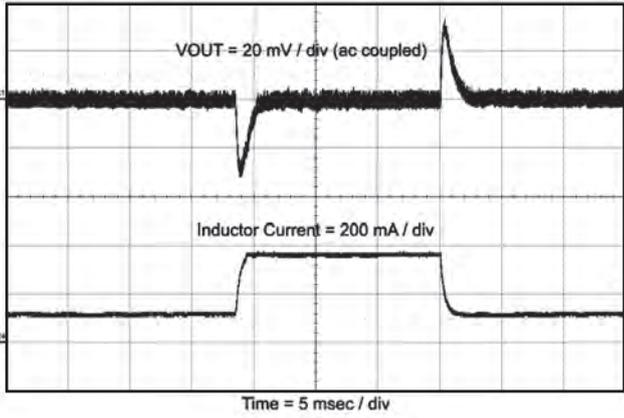

図 51. 負荷過渡応答
レギュレータのキャッチ・ダイオードは電流をシンクできないため、負荷電流が急速に減少すると、インダクタに蓄積されたエネルギーによって出力電圧にオーバーシュートが発生します(図51を参照)。また、出力コンデンサは、高負荷電流から低負荷電流への遷移時に、インダクタに蓄積されたエネルギーを吸収できるだけの容量を持つ必要があります。出力コンデンサに蓄積された余分なエネルギーにより、コンデンサの電圧は上昇します。コンデンサの容量は、これらの過渡期間中に所定の出力電圧を保持できるような大きさでなければいけません。出力電圧オーバーシュートを所定の値に保持するための最小容量は式 (33) で計算します。ここで、 L はインダクタの値、 I_{OH} は重負荷時の出力電流、 I_{OL} は軽負荷時の出力電流、 V_f は最終的なピーク出力電圧、 V_i はコンデンサ電圧の初期値です。この例では、ワーストケースの負荷ステップは0.5Aから0Aです。この負荷遷移中は出力電圧が上昇し、仕様に規定された最大値は出力電圧の4%です。これにより、 $V_f = 1.04 \times 5.0 = 5.2V$ となります。 V_i はコンデンサ電圧の初期値であり、これは公称出力電圧の5Vです。式 (33) にこれらの値を使用すると、5.7 μ Fの最小容量が得られます。